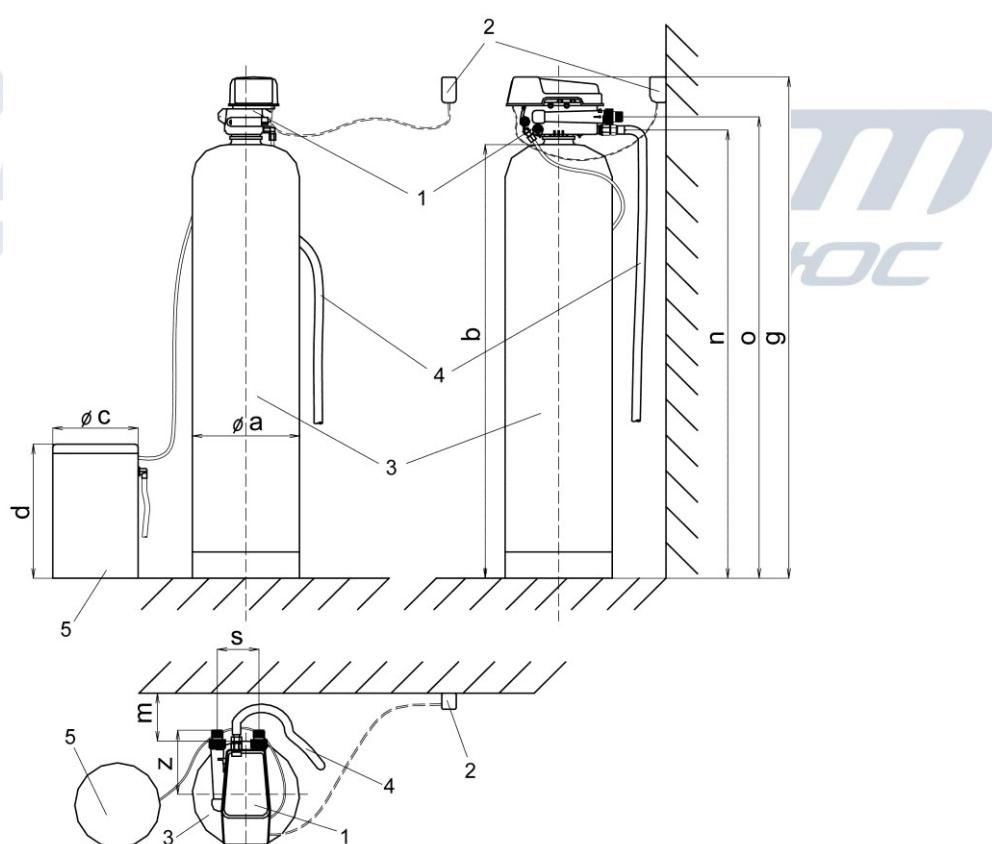

Рис. 1. Справочные размеры для фильтров умягчения серии «HFS».
Справочные размеры для фильтра серии «HFS» с корпусом 08 дюймов в диаметре приведены на Рис.1 и в Таблице 2.
Таблица 2. Справочные размеры к Рис. 1 (в мм)
4.1. Фильтры умягчения насыпного типа серии «HFS» состоят из следующих основных частей (см. Рис.1): управляющий клапан, обводной вентильный канал, корпус, бак для хранения и приготовления раствора NaCl, поддерживающая засыпка и фильтрующая среда.